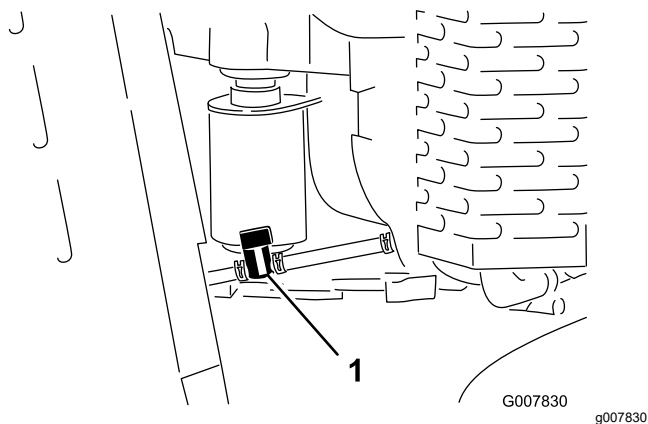

Figure 36
3. Tournez le robinet d'arrivée de carburant en position fermée (Figure 36).
4. Pincez les extrémités du collier de flexible du côté moteur du robinet et poussez-le vers le haut de la conduite d'alimentation, dans la direction opposée au robinet (Figure 36).
5. Débranchez la conduite d'alimentation du robinet (Figure 36).